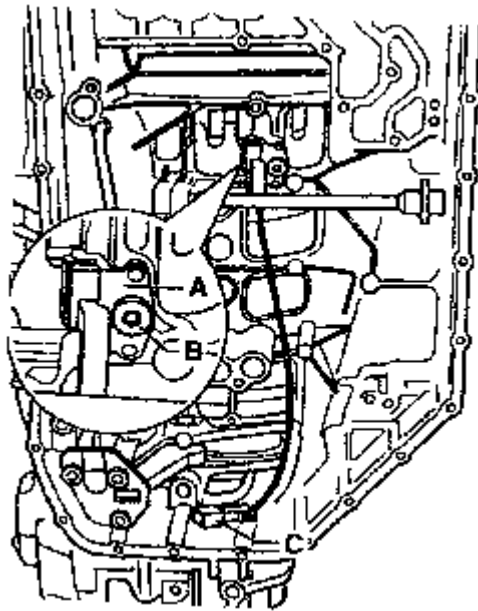

图 8-81 铺设插头线束
(1) 在线束插头的 O 形密封圈上轻涂点 ATF。把线束插头装到变速箱壳体内，保证线束后部平面向下，线束鼻子水平。
(2) 对于带 E18/2 液压控制变速箱，根据图 8-81 所示铺设插头线束 C，这样以避免在安装滑阀箱时卡住线束。
拆下滑阀箱，拆下变速箱输入转速传感器 A (见图 8-81)。
装上变速箱输入转速传感器，用螺栓 B 拧紧，拧紧力矩为 $9\text{N}\cdot\text{m}$ 。按照图 8-81 所示铺设线束，这样可避免在安装滑阀箱时卡住线束。安装滑阀箱，加注 ATF 液。